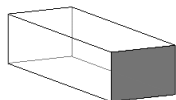

图 1-1-22 实体特征
(1) 实体类型：单击操控板中的“实体特征类型”按钮 ，可以创建实体类型的特征。在由截面草图生成实体时，实体特征的截面草图完全由材料填充，如图 1-1-22 所示。
(2) 曲面类型：单击操控板中的“曲面特征类型”按钮 ，可以创建一个拉伸曲面。在 Creo 5.0 软件中，曲面是一种没有厚度和质量的片体几何，通过相关操作可变成带厚度的实体。
(3) 薄壁类型：单击操控板中的“薄壁特征类型”按钮 ，可以创建薄壁类型的特征。在由截面草图生成实体时，薄壁特征的截面草图由材料填充成均厚的环，环的内侧或外侧或